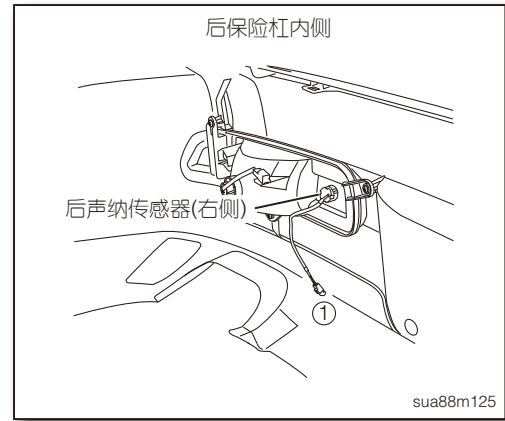

图6
2. 由后保险杠内侧，拆开后声纳传感器(右侧)线束接头①(如图6)。